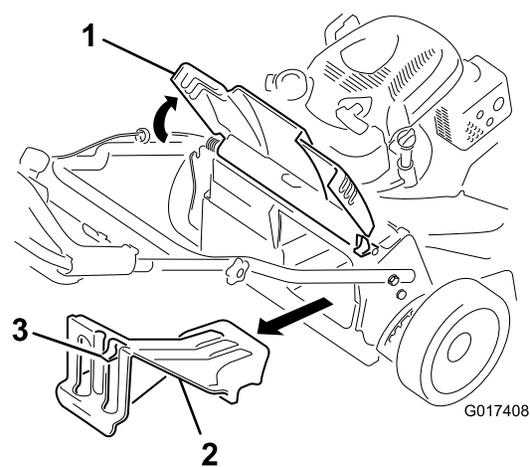

Рисунок 25
1. Поднимите и удерживайте задний отражатель (Рисунок 25).
2. Снимите заднюю выпускную пробку, нажав вниз на защелку большим пальцем и вытянув пробку из машины (Рисунок 25).